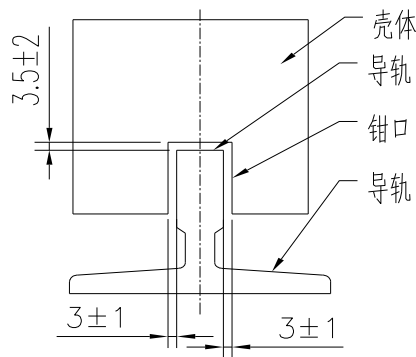

图 3
- 2.4. 导轨顶面与壳体钳口距离为 $3.5 \pm 2\text{mm}$, 壳体钳口与导轨侧面的距离为 $3 \pm 1\text{mm}$ 。(图 3)